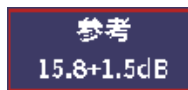

图 11-22 (参考) 增益调整框
1. 按制表键, 加亮显示参考增益 (参考) 调整框 (参见第189页的图 11-22)。